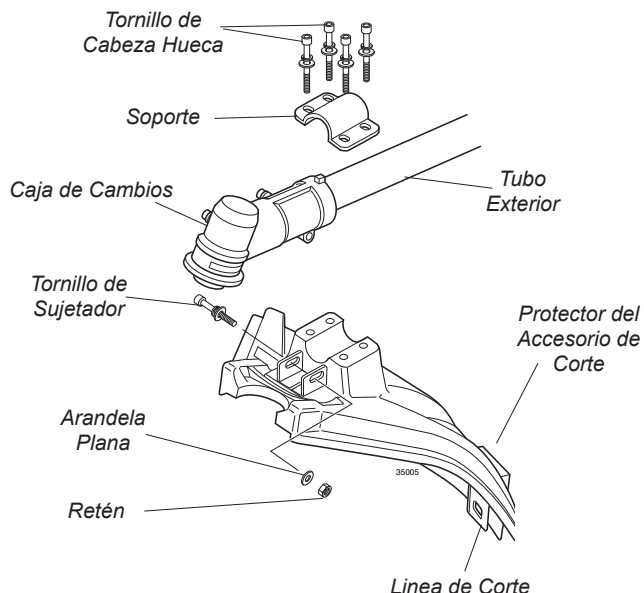

Figura 6
3. Monte el protector del accesorio de corte sobre el ensamblaje del tubo exterior usando los tornillos de cabeza hexagonal de 6 mm (40mm de largo) (provisto en el paquete de partes). Apriételo con los dedos solamente. Consulte la figura 6.